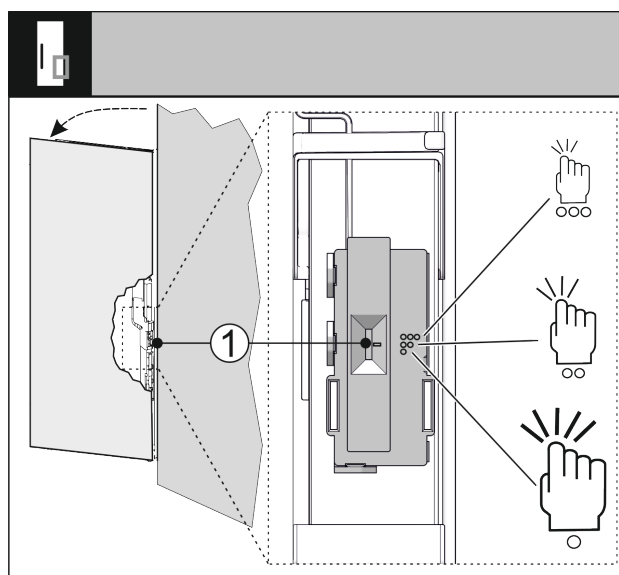

Fig. 92
Citlivost snímače klepání můžete nastavit pomocí spínače Fig. 92 (1). Spínač je na straně závěsu ve spodní třetině dveří.
- ▶ Posuňte spínač Fig. 92 (1) do požadované polohy spínače.